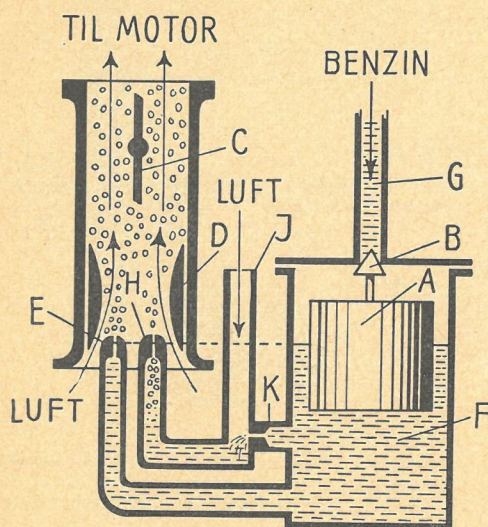

Fig. 2.
den kaldes målepinden, men i de fleste karburatorer til biler forlader man sig på et kompensatorrør, der skematisk vises i fig. 2. I det viste eksempel er der ført endnu et strålerør frem til blandekammeret, og indskudt på dette finder vi stigrøret (J). Forbindelsen til svømmerhuset reguleres af en dyse eller en nøjagtigt kalibreret boring (K), medens hoved- og kompensatorrdyser er markeret som indsnævringer i strålerørene. Under stilstand vil stigrøret blive fyldt med benzin til svømmerstanden ifølge den vidt berømte regel om 'forbundne kar', og ved de lave omdrejningstal vil kompensatorrøret (H) simpelthen virke som endnu et strålerør således, at man opnår en passende, ikke for mager blanding. Med stigende omdrejningstal vil der blive forbrugt mere benzin fra kompensatorrøret, end dysen (K) tillader leveret, og derfor vil stigrørets beholdning blive opbrugt, og i stedet trækkes der ren luft ind gennem stigrøret. Denne luft blandes med benzinen i kompensatorrøret til en emulsion, hvilket vil sige benzin fyldt med luftbobler. Jo mere omdrejningstallet sættes i vejret, des mere luft vil benzinen i kompensatorrøret blive tilsat, og på den måde udmagres blandingen. Forbindelsen mellem svømmerhus og kompensatorrør er oftest udformet som en nøjagtig boring, og det siger sig selv, at
den mindste smule tilstopning på grund af urenheder vil give kludder i regnskabet, da kompensatorsystemets funktion helt afhænger af kompensatorrdysens gennemstrømningsåbning i forhold til gennemstrømningsåbningen i dysen (K). I stigrøret kan der være monteret en luftkorrektionsdyse, men den lader sig kun forstoppe ved grov uagtsomhed eller ved højst ejendommelige tilfælde. I det egentlige stigrørssystem som vist i fig. 2 er selve stigrøret oftest bygget ind i svømmerhuset, i hvilket det danner et separat kammer.
3, må man så blot benytte en større hoveddyse, end tilfældet var i fig. 2.